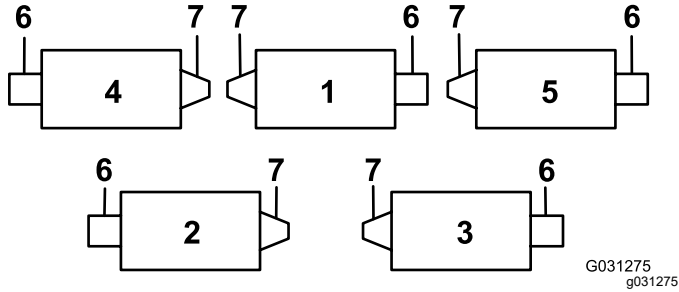
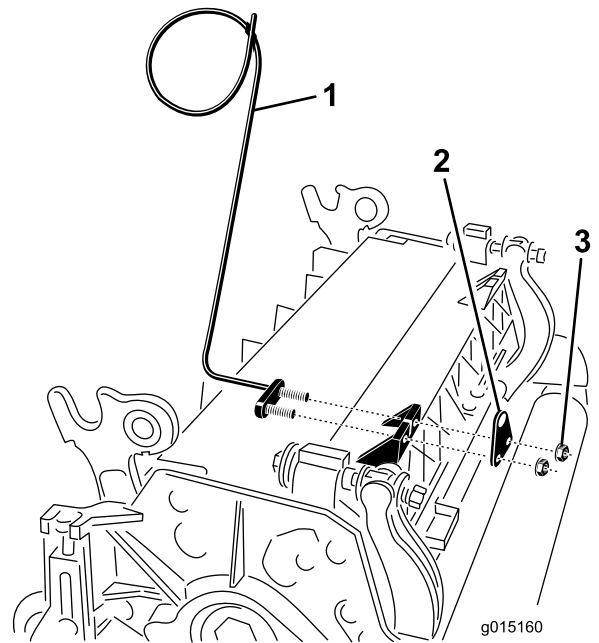
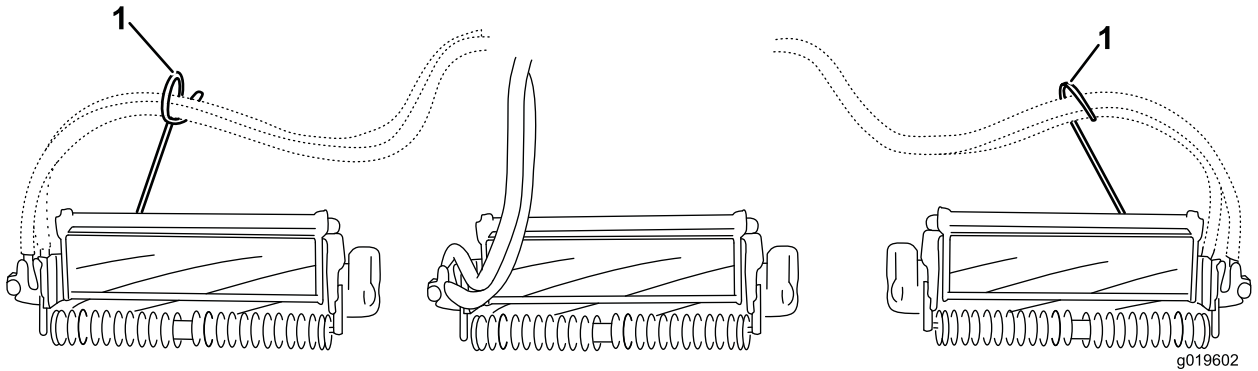

Figura 6
Figura 7
Figura 8
- Na unidade de corte 4 (frontal esquerda) e na unidade de corte 5 (frontal direita), utilize as porcas de montagem do suporte da barra para instalar os guias de tubos na frente dos separadores da unidade de corte. Os guias de tubos devem inclinar para a unidade de corte central (Figura 6, Figura 7, Figura 8).